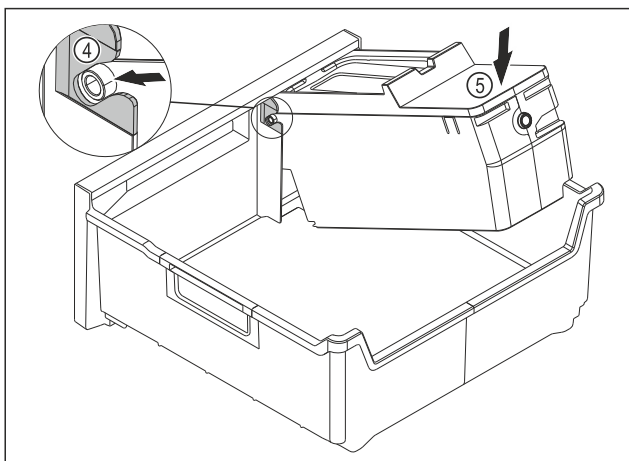

Fig. 114
- ▶ Смонтируйте корпус EasyTwist-Ice: Вставьте оси корпуса EasyTwist-Ice в направляющие Fig. 114 (4).
- ▶ Вдавите корпус EasyTwist-Ice Fig. 114 (5) вниз.